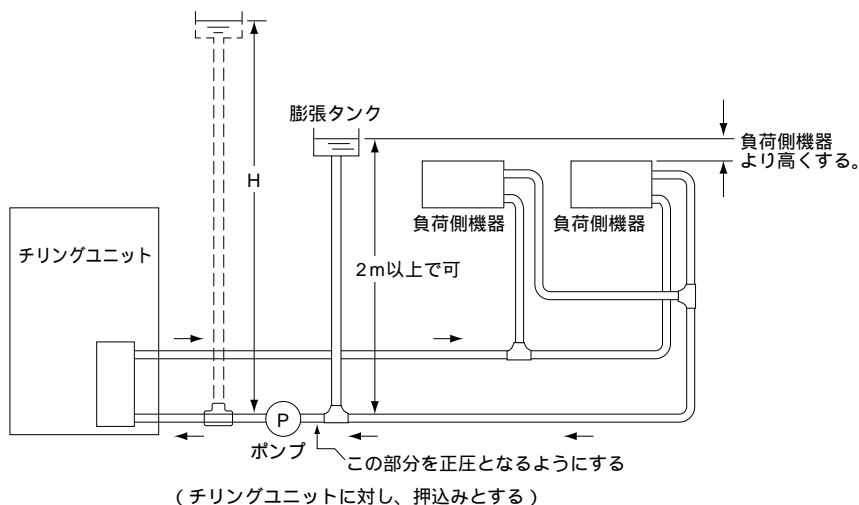

図12-2 膨張タンクとポンプの位置
- 2) 膨張タンクは図12-2に示すようにポンプの吸込口に設けることを原則とすること。ポンプの出口側に破線のように接続すると水回路の抵抗よりHを大きくしてポンプの吸込側が常に正圧となるようにすること。特にチリングユニットを屋上に据付ける場合に注意すること。(下図参照)